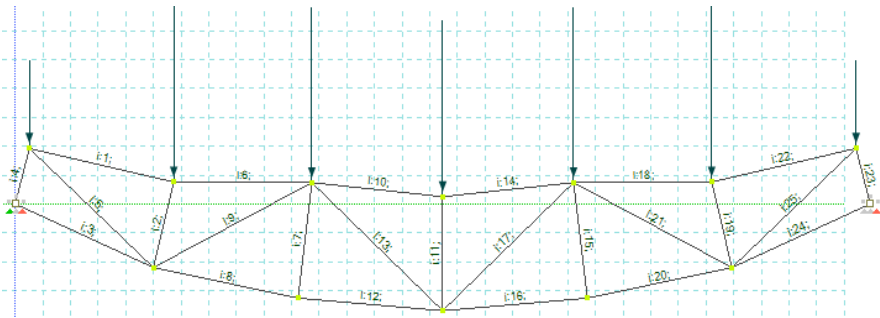

Рис. 68. Деформированная схема
20. Просмотр схемы деформирования. **Результаты** ► **Деформированная схема** (рис. 68).